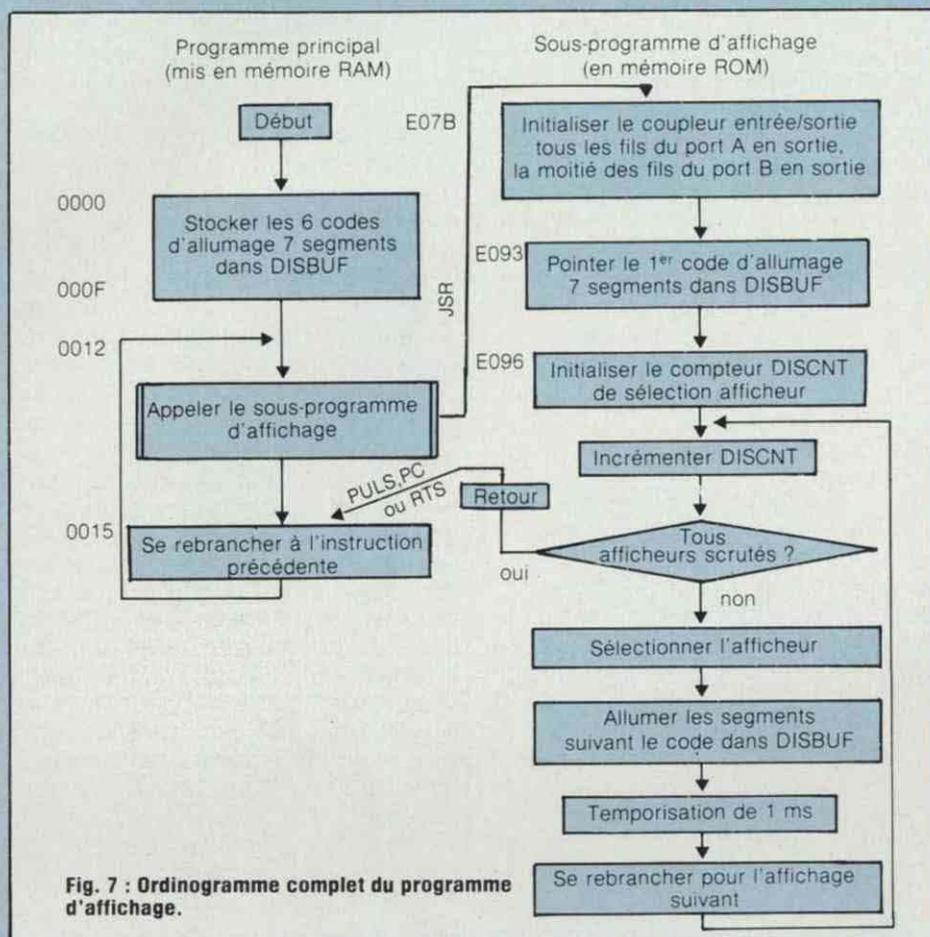

Fig. 7 : Ordinoigramme complet du programme d'affichage.
(4) L'ordinogramme du programme d'affichage de « 6809 µP » que nous avons fait exécuter peut se représenter ainsi (fig. 7) :